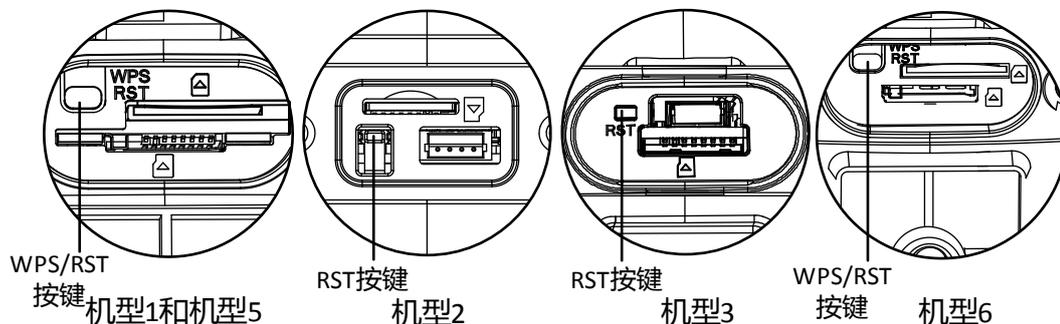

图2-7 快速功能按键
部分机型支持快速功能按键，按键位置如图 2-7 所示。
- 摄像机 RST/WPS 按键位置可参见“图 2-7 快速功能按键”。